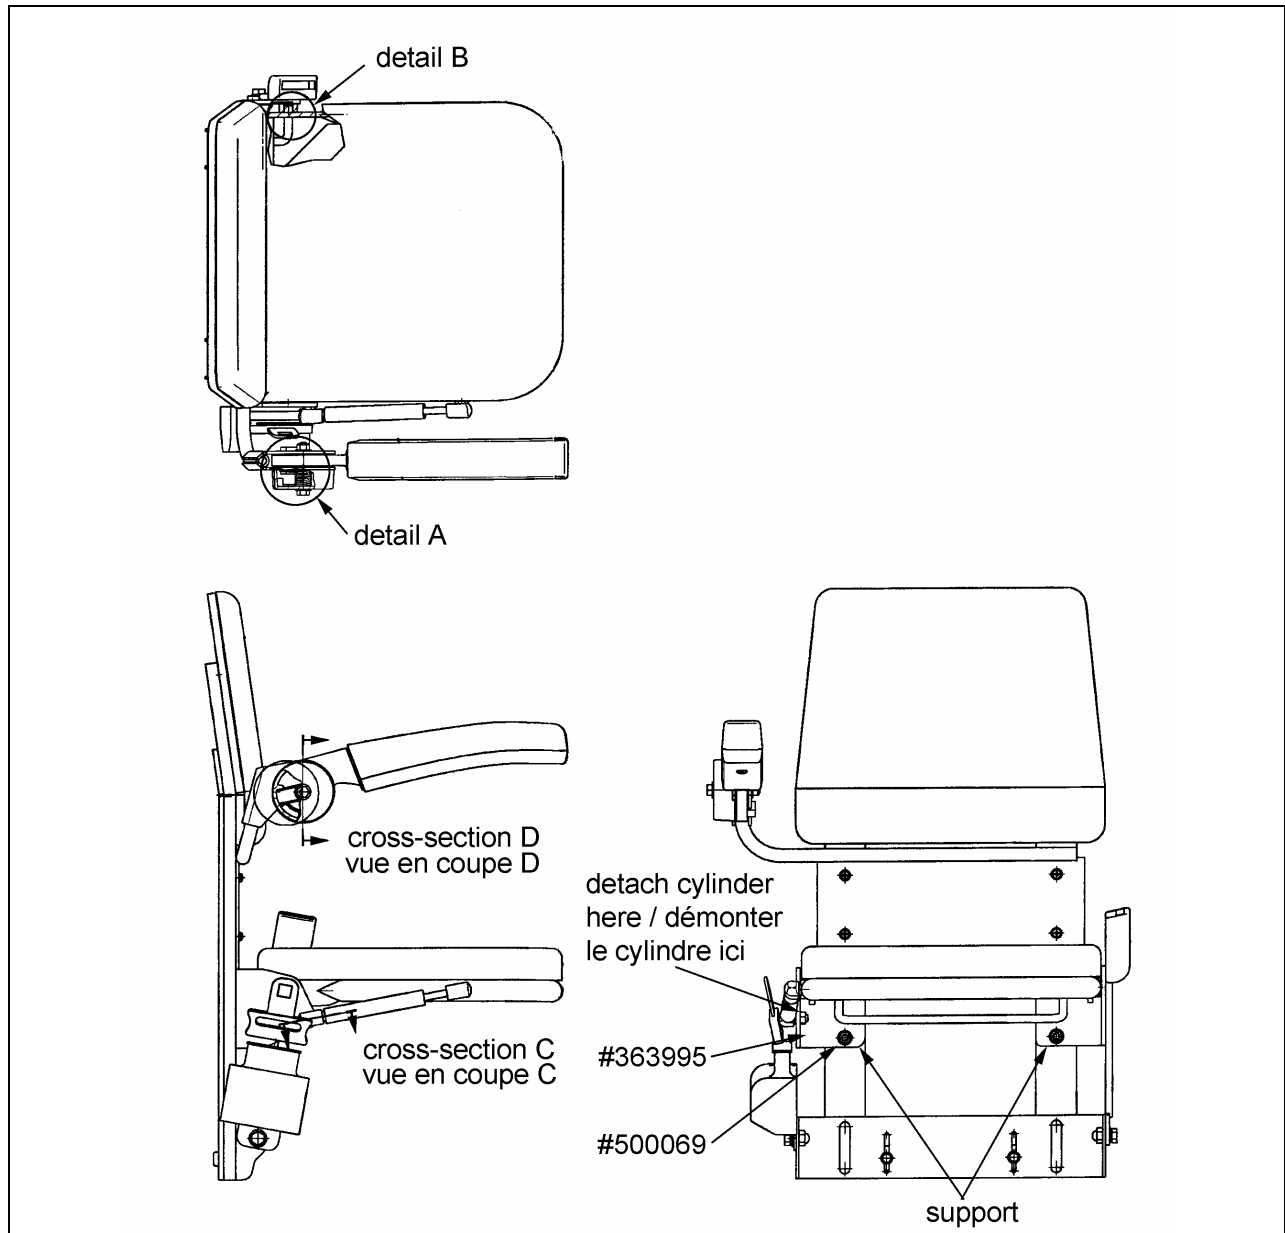

FIGURE 1: SCHÉMA DE LA NOUVELLE CONFIGURATION
1. Détacher l'extrémité du cylindre indiqué sur la figure 1. Démonter le support droit et installer le nouveau support #363995 en utilisant les 2 vis #500069 fournies dans l'ensemble. Réinstaller l'extrémité du cylindre en utilisant l'écrou #502744 fourni (voir vue en coupe C).